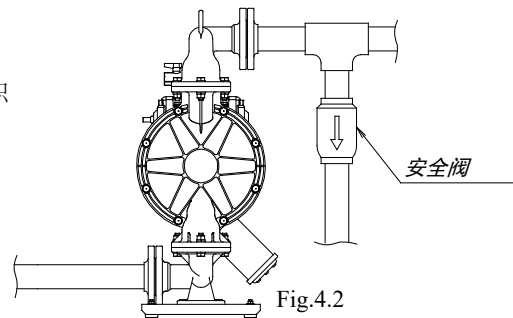

Fig.4.2
- 当移送液剂的体积因泵的设置场所环境而产生较大变化时， 请在排出侧安装安全阀， 使其在达到容许压力时能够打开。（参照Fig. 4.2）由于液剂的体积变化而使泵的内部压力超过容许压力时， 可能成为破损的原因。